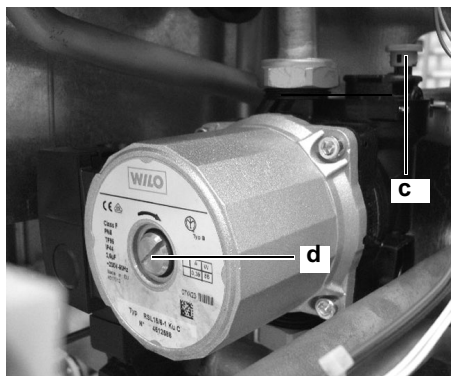

Figura 6.3 Valvola sfiato, tappo pompa
- 8 Alzare il tappo della valvola di sfiato automatica **c** in **Figura 6.3**
- 13 Togliere il tappo d in **Figura 6.3** e sbloccare la pompa ruotando il rotore con un cacciavite.